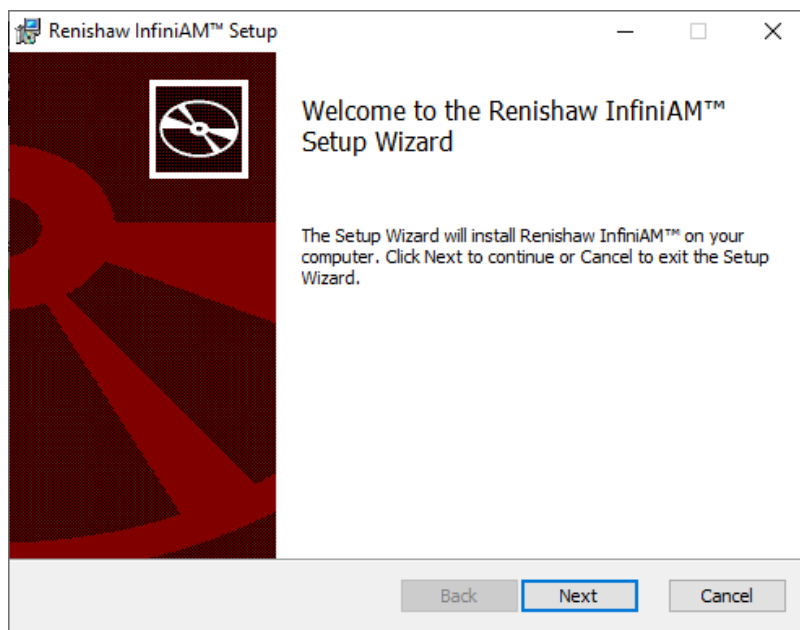

Imagen 53 Asistente de configuración de InfiniAM
6. Se abre el asistente de instalación de InfiniAM. Haga clic en "Siguiente" (consulte Imagen 53).